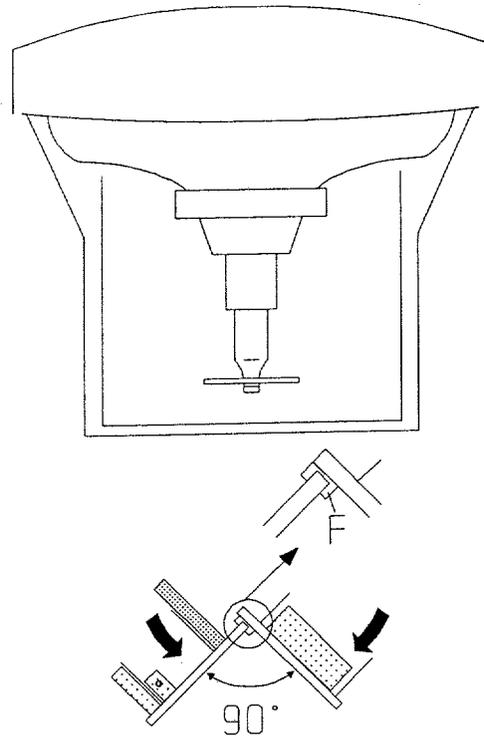

Fig 4.3
3. Position de service pour les réparations (Fig. 4.3)